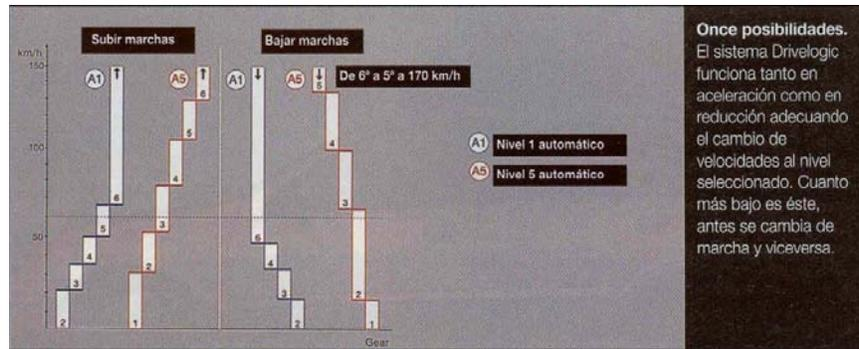

Figura 18. Diferencias entre las leyes del modo automático
- Automática (A). Incorpora 5 leyes de funcionamiento. En la A1 siempre se arranca en segunda. Existe también la función *kickdown* para conservar la capacidad de respuesta en caso de necesidad (Figura 18).